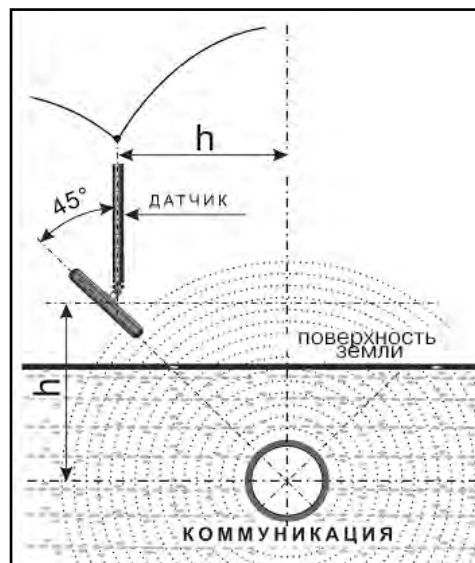

Рис. 8.1
2. При положении антенны ЭМД перпендикулярном трассе и под углом 45° к поверхности земли, минимум сигнала наблюдается на удалении от точки «над трассой», равном глубине залегания коммуникации, когда ось антенны пересекает ось трассы. Это косвенный метод измерения глубины залегания коммуникации (рис. 8.1).